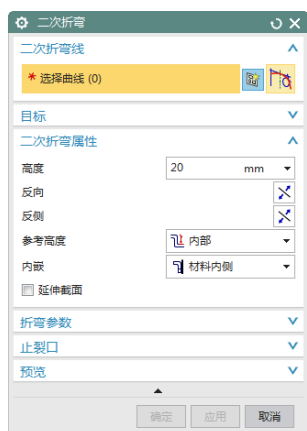

图 3-53 “二次折弯”对话框
(1) 选择“菜单(M)”→“插入(S)”→“折弯(N)”→“二次折弯(O)”，或者单击“主页”选项卡“折弯”面组上“更多”库下的“二次折弯”按钮，打开如图 3-49 所示“二次折弯”对话框，在“内嵌”选项中选择“材料外侧”，在“参考高度”中选择“外部”。取消勾选延伸截面复选框，并设置“高度”值为 20，如图 3-53 所示。